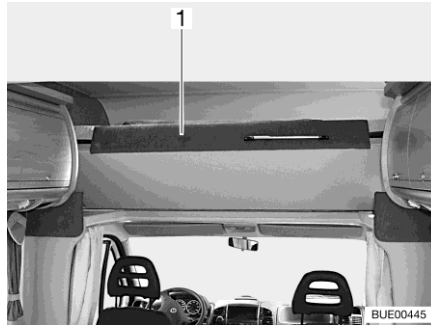

Fig. 103 Letto mansarda, ribaltato verso l'alto
- Ribaltare il letto mansarda (Fig. 103,1) verso l'alto, in avanti. Il letto mansarda viene mantenuto nella posizione superiore dalle molle a gas.